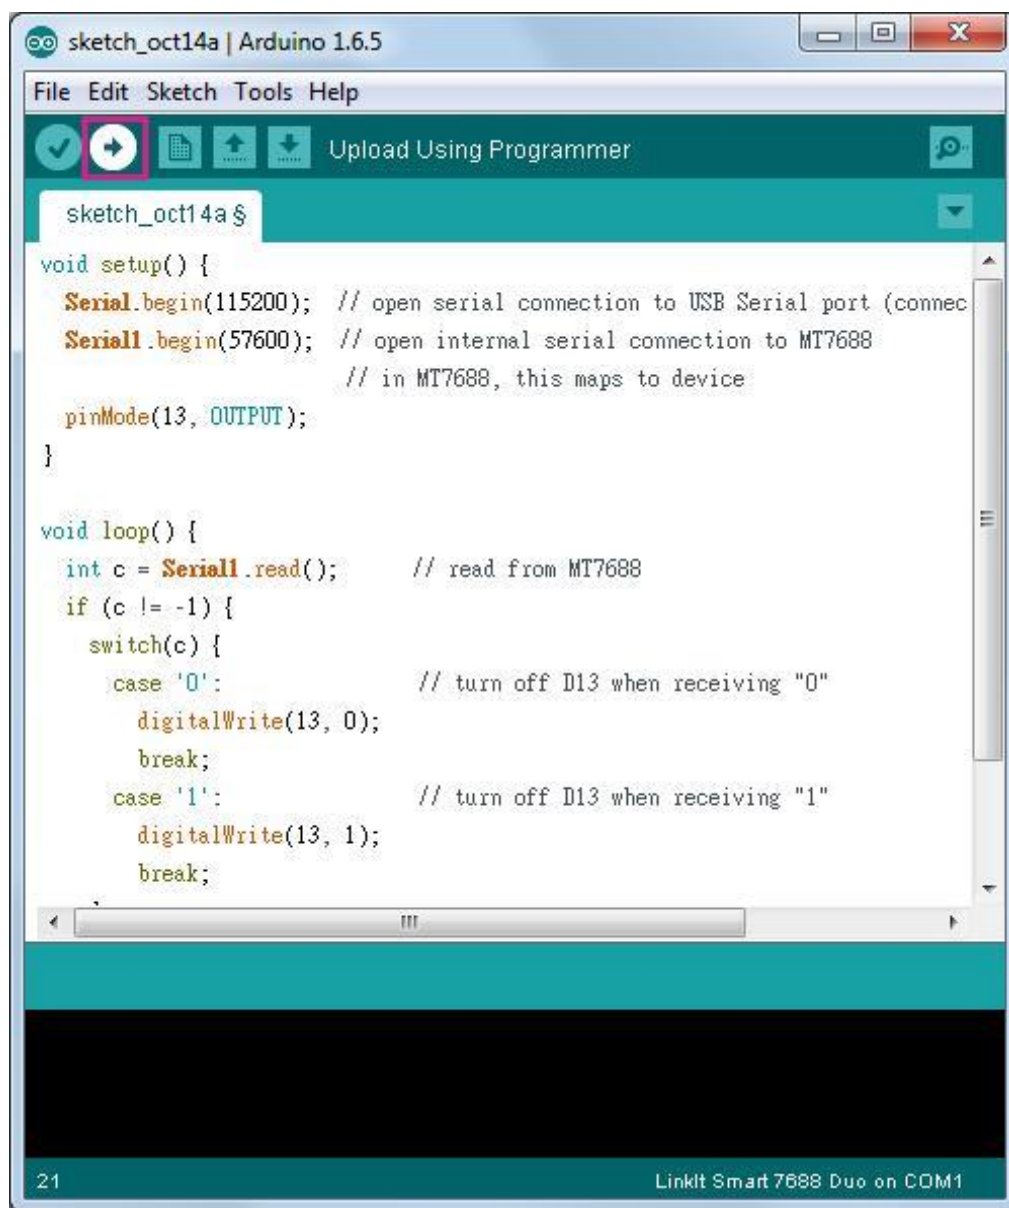

图 56 在 Arduino IDE 中上传程序
- 3) 将程序上传到开发板，如图 56 所示。注意，这个时候开发板还没有闪烁——您需要再在 Linux 侧编写一个程序来才能使它闪烁，这将在下一步介绍。